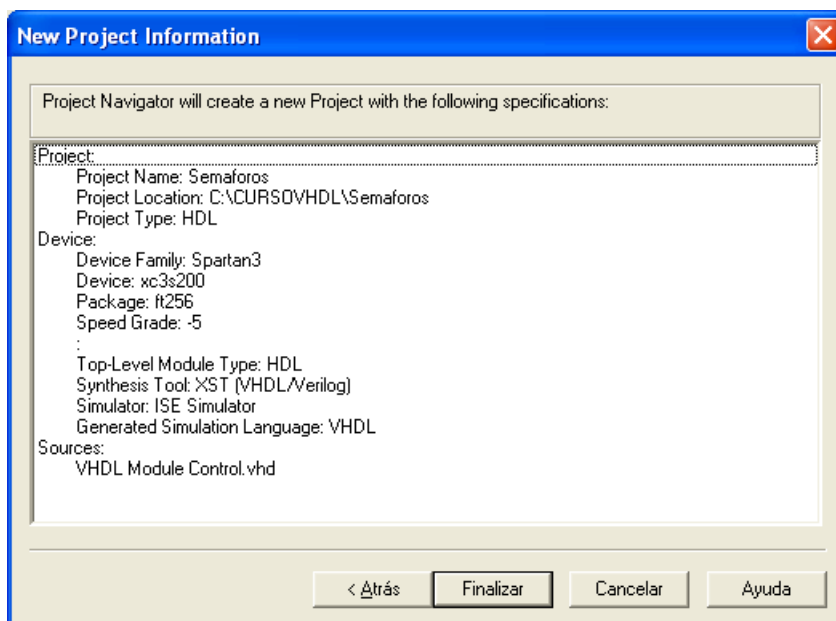

Figura 6.7. Información del proyecto y fuente creados.
- Dé “click” en finalizar para que la fuente “Control” se integre al proyecto “Semáforos”. Presione en las dos ventanas que se presentan a continuación el botón siguiente de tal forma que se abra la ventana de información del proyecto. La Información sobre proyecto y fuente creados se muestran en la figura 6.7